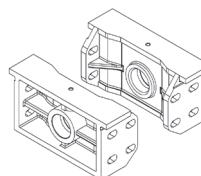

Fig. 2
- Controllare la scheda tecnica del cilindro per verificare la distanza minima tra le traverse sulle quali fissare i supporti inferiori (Fig. 2). Evitare che i supporti appoggino su alcuna piastra sottostante o sul telaio: lasciare almeno 10mm di spazio vuoto sotto al supporto inferiore (Fig. 2a). Installare i supporti in maniera che la superficie di appoggio sia solo nella parte in alto del supporto (ali di appoggio).